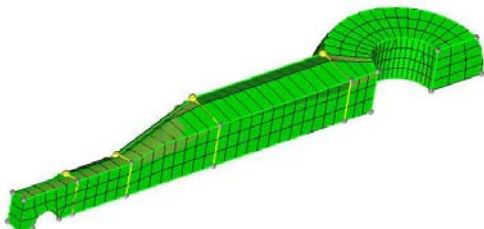

图 5-59 划分全部 3D 网格
(4) 按照同样的操作，将剩下的 4 块实体分别生成网格单元。最终的网格如图 5-59 所示。